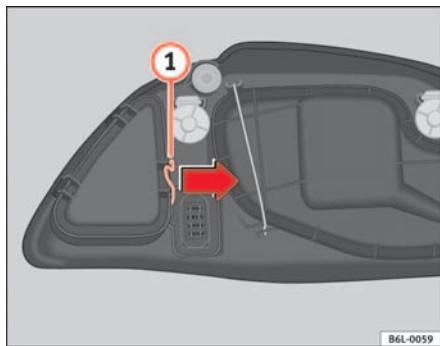

Fig. 144 Luz de población
- Desplace el tirante 1 ⇒ fig. 144 en el sentido de la flecha y retire la tapa.